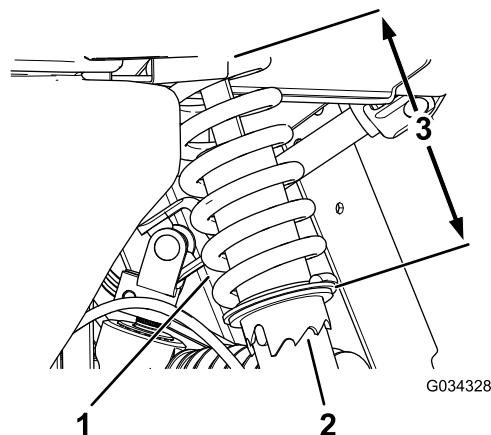

Bild 53
1. Drehen Sie die Manschette am Stoßdämpfer mit dem Toro Werkzeug, Nummer 6010, um die Länge der Feder zu ändern (**Bild 53**).